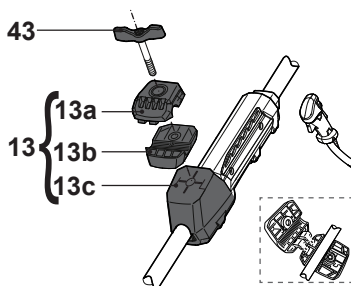

Fig. 1
- > Retirez le couvercle (13a) et la plaque (13b) du support inférieur (13c) (Fig.1).